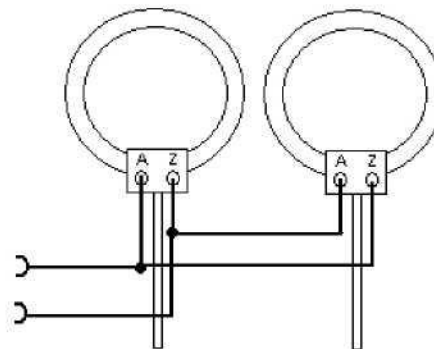

Fig. 1.2 Parallelschaltung
- Bei Parallelschaltung Buchse A von Spule 1 mit Buchse Z von Spule 2 und Buchse Z von Spule 1 mit Buchse A von Spule 2 verbinden (siehe Fig. 1.2).